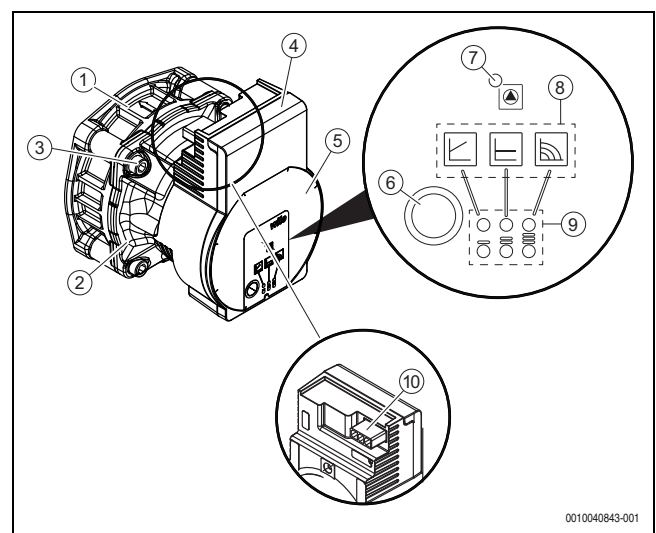

Bild 40 Beschreibung
- Richtungspfeil auf dem Pumpengehäuse (→ Bild. 40, [1], Seite 17) beachten.
Leckagewasser kann das Regelmodul beschädigen (→ Bild. 40, [4], Seite 17)
- ▶ Niemals das Regelmodul (→Bild. 40, [4], Seite 17) öffnen und niemals Bedienelemente entfernen.